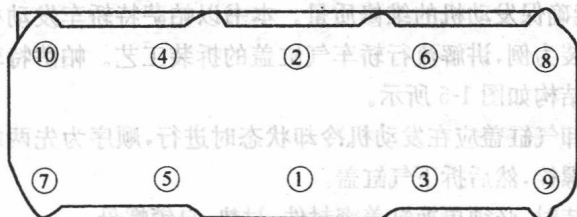

图 1-6 气缸盖螺栓拧紧顺序
④气缸盖螺栓拧紧顺序如图 1-6 所示。拧紧力矩第一次为 $60\text{N} \cdot \text{m}$, 分两次再拧 $1/2$ 圈(即 $2 \times 90^\circ$)。